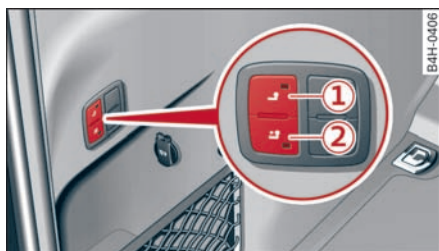

图 213 行李箱局部视图：点动开关
- ▶ 短促按压点动按钮 ① ⇨ 图 213。球节牵引杆进入“工作位置”。
- ▶ 在短时间后检查点动开关中的指示灯 ① 是否持续发亮。已达到工作位置。